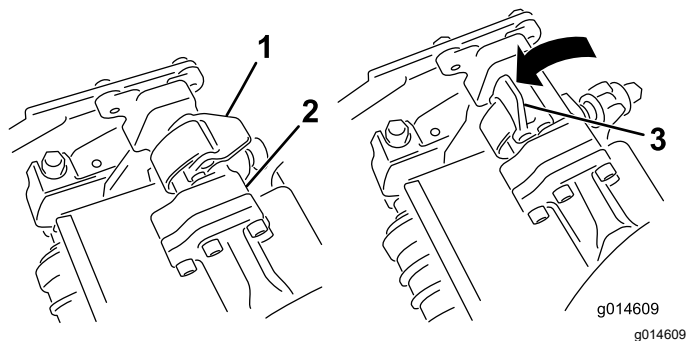
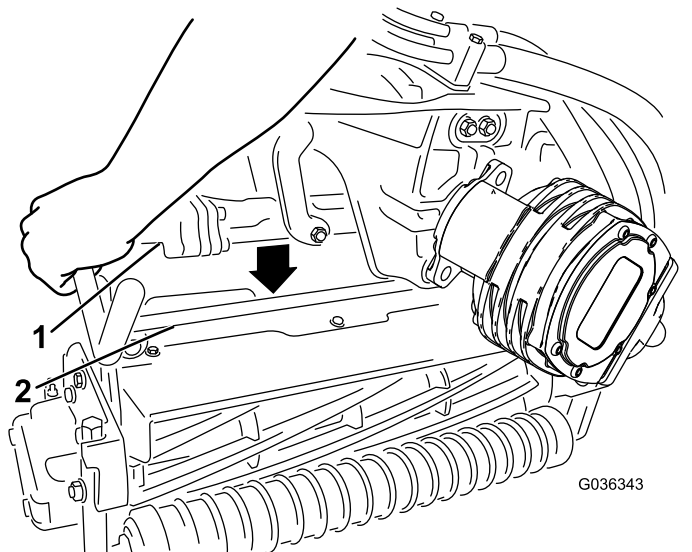

図 62
図 63
4. サスペンションアームのバーについているラッチを上向き開いた状態にして 図 62、サスペンションアームを押し下げて、バーを、カッティングユニットのバーの上に被せるようにする 図 63。
5. ラッチを下げて閉じるとカッティングユニットのバーがロックされてユニットがアームにセットされる 図 62。
5. 取り外したいカッティングユニットのサスペンションアームのバーについているラッチを開く **図 62**。